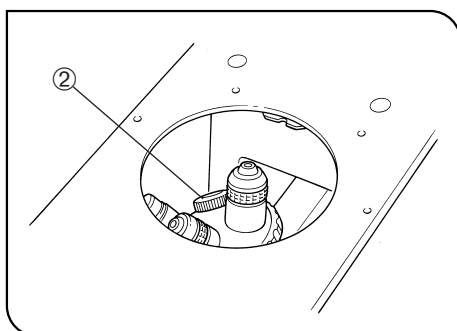

Fig. 29
★ Cubra sempre as posições de rosca que não estejam a ser usadas com as capas de objectiva ② para evitar a entrada de sujidade e pó no interior. (Fig. 29)